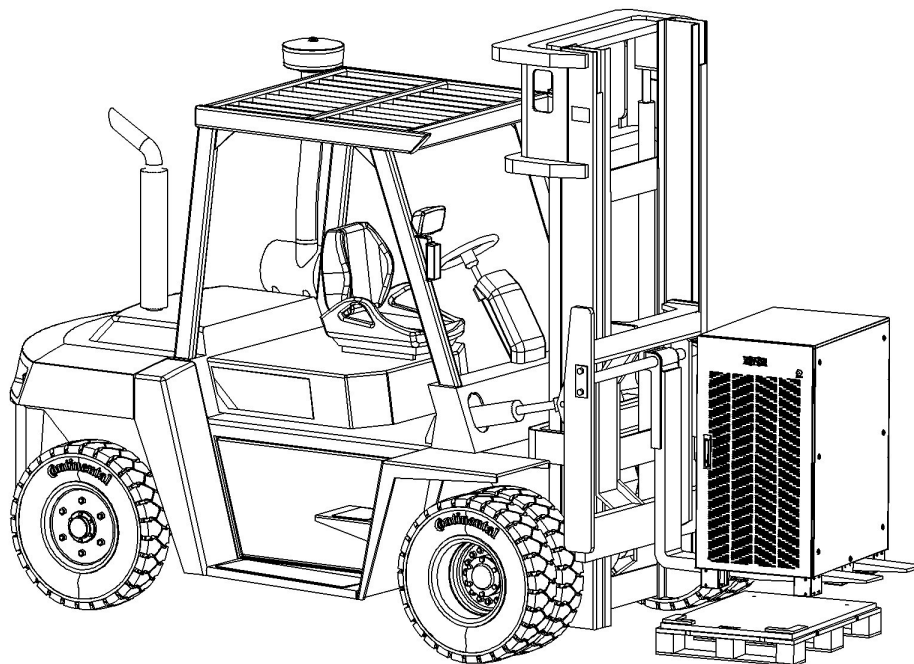

Figure 3-6
5. Soulever l'armoire avec un chariot élévateur, puis retirer les palettes ayant servi au conditionnement (Figure 3-6).